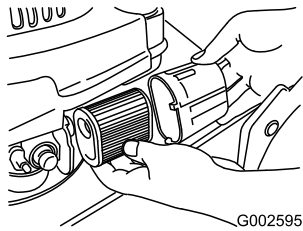

Figure 30
2. Tournez le couvercle du filtre à air pour le déposer (Figure 30).